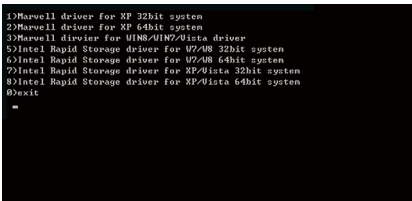

图2
2. 进入光盘中「BootDrv」文件夹，双击「Menu.exe」文件后会出现「命令提示字符」画面，内含如图2的控制器选单。
3. 放入空白磁盘(若您使用的是USB软驱，请先确认它已被指定为A磁盘)。依所要安装的系统按下SATA控制器驱动程序代码后再按<Enter>键。以图2的选单为例：